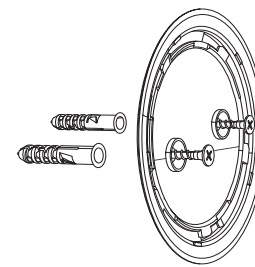

Fig. 5
5. Zainstaluj pokrywę obudowy na ścianie (Fig. 5).